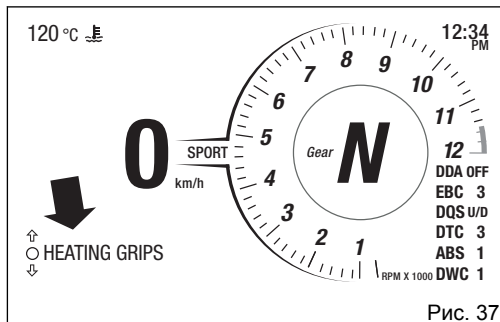

Рис. 37
- навигационными кнопками выведите на дисплей индикацию HEATING GRIPS (Рис. 37);